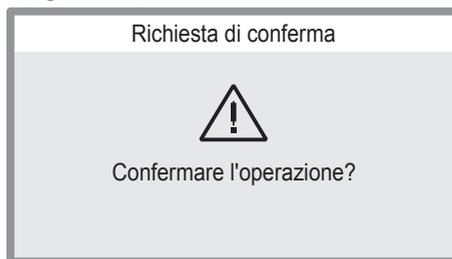

Figura 2.43
- Premere il pulsante 15 per resettare l'anomalia o il pulsante 16 per annullare l'operazione (Figura 2.43).